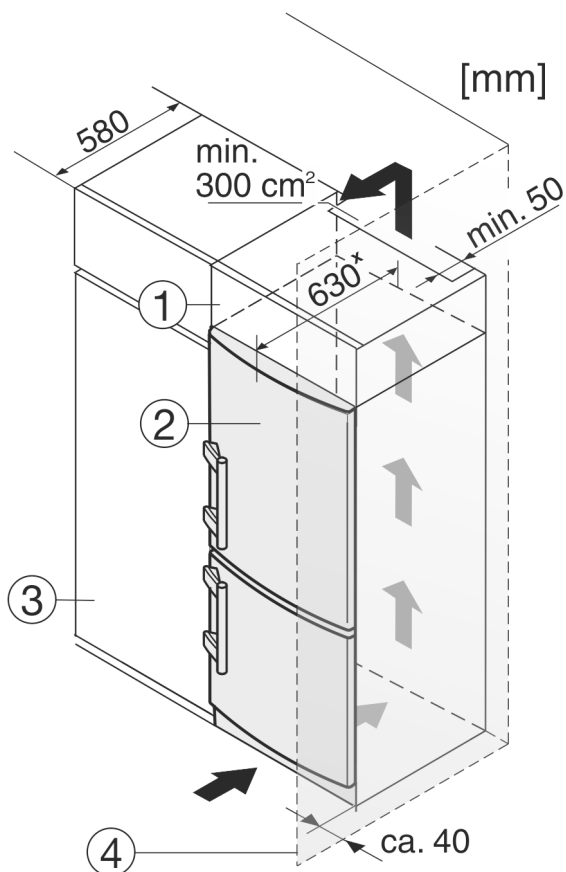

Fig. 9
- (1) Nástavná skříňka (3) Kuchyňská skříň
(2) Příklad (4) Stěna
Přístroj lze zabudovat do kuchyňských skříní. K vyrovnání přístroje Fig. 9 (2) na výšku kuchyňské linky lze na přístroj nasadit nástavec Fig. 9 (1).
Při montáži do kuchyňských skříní (hloubka max. 580 mm) lze spotřebič nainstalovat přímo vedle kuchyňské skříně Fig. 9 (3). Spotřebič přesahuje přední stěnu kuchyňské skříně po stranách o 34 mm * a uprostřed o 50 mm *.
Pokud se spotřebič instaluje se závěsy vedle stěny Fig. 9 (4), musí být jeho vzdálenost od stěny alespoň 40 mm. To odpovídá přesahu madla při otevřených dveřích.